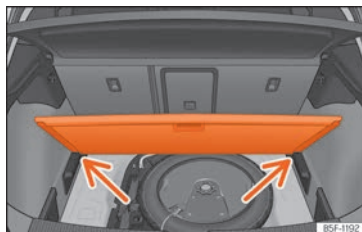

Fig. 131 Suelo variable del maletero: posición inclinada.
- Apoye el piso sobre los alojamientos previstos para tal uso »» fig. 131 [flechas].